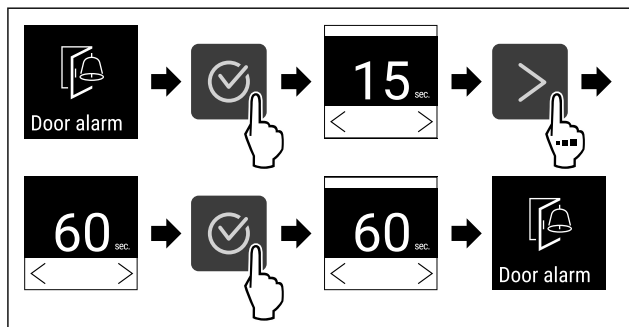

Fig. 95
- ▶ Eseguire i passi (vedere Fig. 95) .